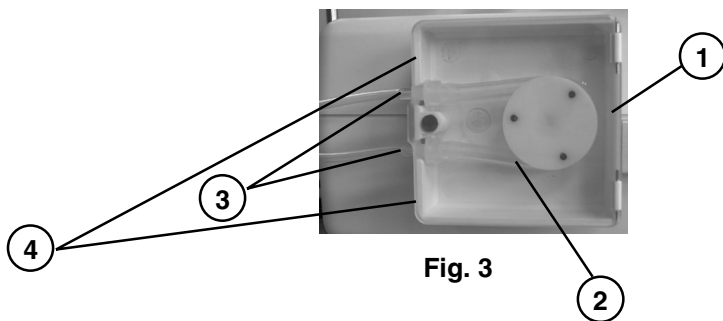

Fig. 3
Ouvrir la porte latérale (figure 3) de la pompe péristaltique (1) et retirer le petit tube présent (le conserver pour des utilisations futures avec des régulateurs de flux différents de celui fourni) ; introduire le tube de section supérieure (2) (présent dans le régulateur de flux mono-usage fourni) dans la pompe péristaltique. Faire attention :
- au positionnement des supports (3) car, comme on peut le voir sur la figure, ils ont une fonction d'arrêt à l'extérieur de la pompe ;
- au raccordement des côtés "IN" et "OUT" (4), respectivement au flacon et à la pièce à main pour l'implantation (non fournie).